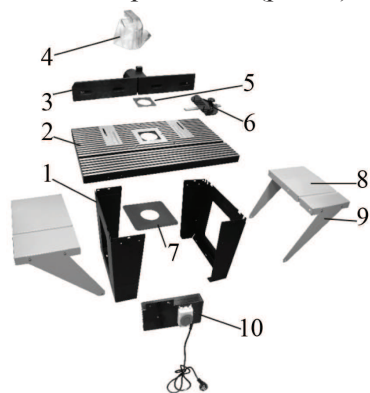
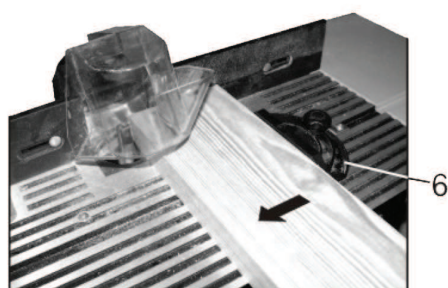

рис. 2
рис. 7
6.1 Сборка стола (рис. 2)
6.2.2 По отверстиям, предназначенным для крепления фрезера, точно разметьте плиту фрезера 7 (рис. 2).
руйте крепёжными винтами 11 (рис. 7). Нажмите зелёную кнопку выключателя 10 (рис. 2) фрезерного стола.
7.3.1 Торцевое фрезерование волокон (поперёк волокон) (рис. 7).